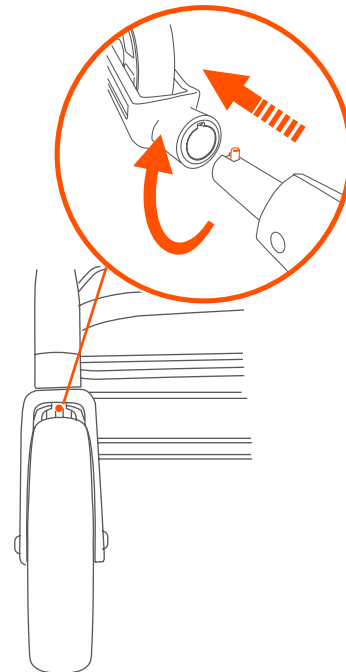

Fig. 13
13) • First rotate the wheel upward to view the pin hole. Push in release button on the inside of the wheel hub and pull wheel assembly from hub (Fig. 13).
• Primero gire la rueda hacia arriba para ver el agujero del pasador. Oprima el botón de liberación al costado del cubo de la rueda y tire del montaje de la rueda desde el cubo (Fig. 13).
• Tournez d'abord la roue vers le haut pour voir le trou d'épingle. Appuyez sur le bouton de verrouillage situé sur le côté du moyeu de roue avant et tirez sur l'assemblage de roues pour le retirer du moyeu (Fig. 13).